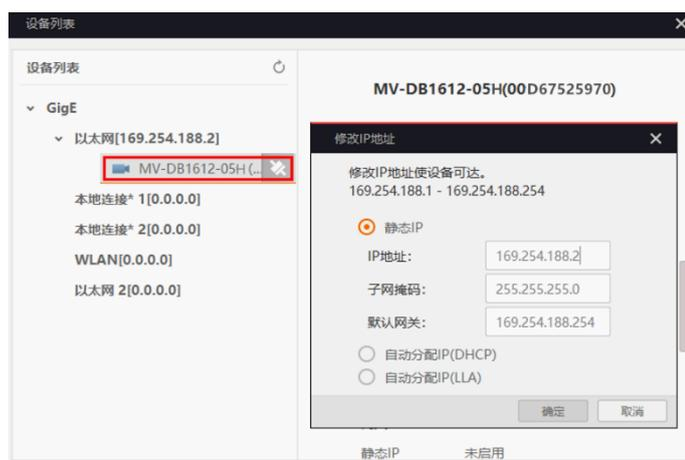

图2-5 修改不可达设备 IP
4. 若设备为不可达状态，双击设备可修改 IP 地址，确保设备与 PC 网口的 IP 地址在同一个局域网即可，如图 2-5 所示。